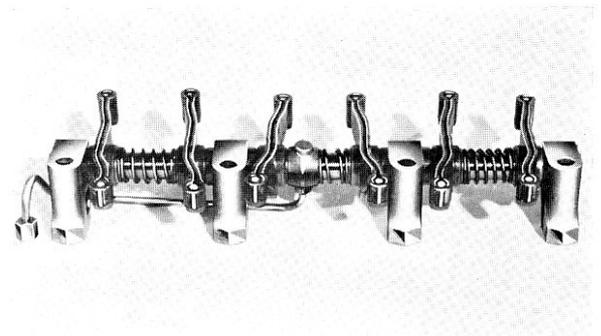

Fig. 11
- 2° Assembler la rampe en respectant l'ordre repéré lors du démontage (fig. 11).